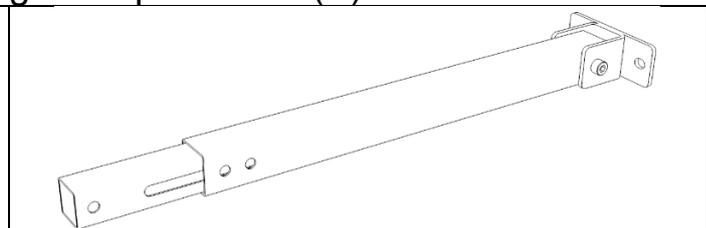

Figura 7
- Inserire la parte telescopica della staffa posteriore nella parte inferiore (figura 7).